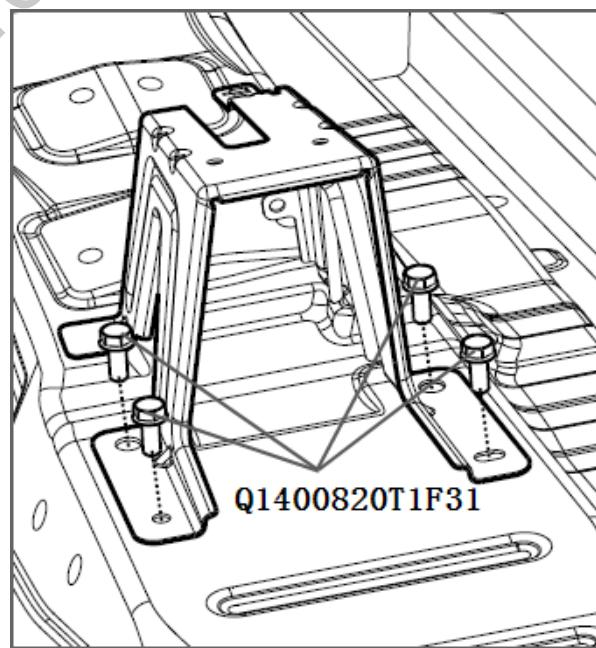

图 1.6.16 副仪表板后部安装支架
- 用10号六角套筒将固定副仪表板后部安装支架的四个螺栓(Q1400820T1F31六角头螺栓和平垫圈组合件)松开并取出。如图1.6.16所示;